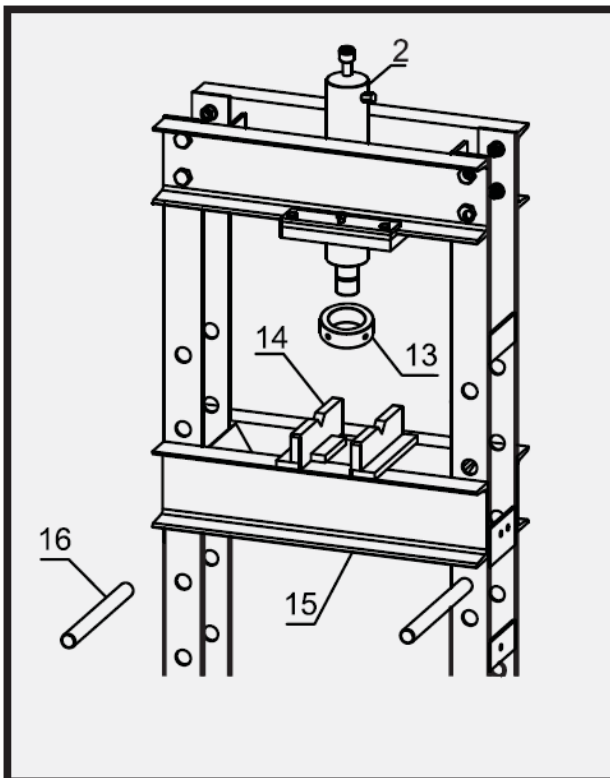

Рис. 4
5. Закрепите силовой цилиндр (2), закрутив широкую гайку (13). Вдвиньте опорные пальцы (16) в отверстия в стойках. Вложите стол пресса (15) таким образом, чтобы направляющие стола вошли в стойки рамы, затем опустите стол вдоль стоек рамы на опорные пальцы. Установите призмы (14) на стол пресса. См. рис. 4.